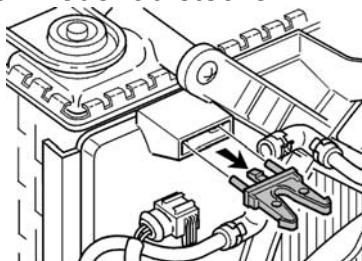

Abb. 2
- Halter aus der Lüfterabdeckung ausclipsen und entsorgen (Abb. 2).